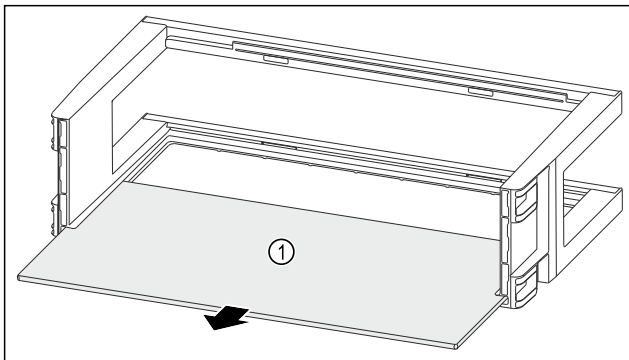

Fig. 91
- ▶ Извлеките съемную полку Fig. 91 (1).